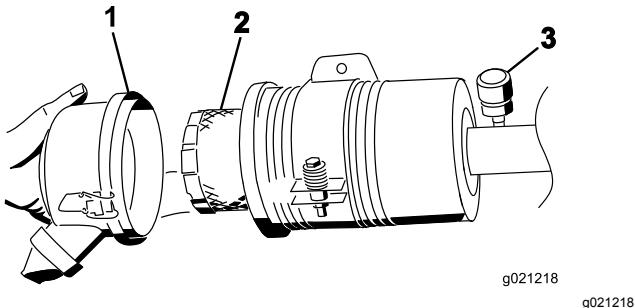

Figura 58
- Togliete il filtro e sostituitelo (Figura 58). Si sconsiglia la pulizia dell'elemento usato, per evitare il rischio di danneggiare l'elemento filtrante. Controllate il filtro nuovo e accertatevi che non sia stato danneggiato durante la spedizione, in particolare l'estremità di tenuta del filtro ed il corpo. **Non usate l'elemento se è**